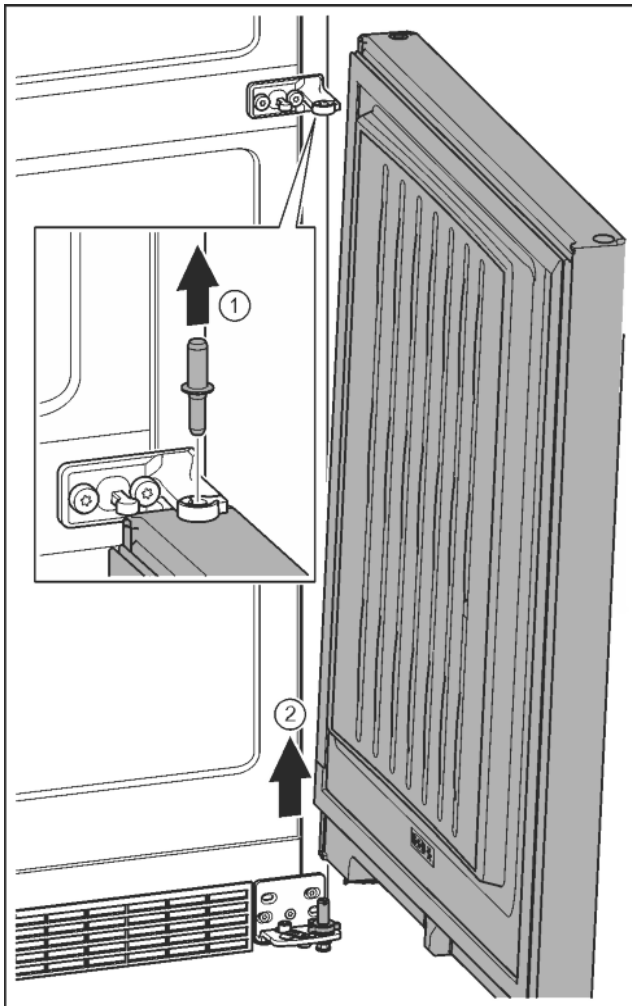

Fig. 12
- ▶ Bolzen nach oben herausziehen. Fig. 12 (1)
- ▶ Tür herausschwenken, nach oben ziehen und beiseite stellen. Fig. 12 (2)